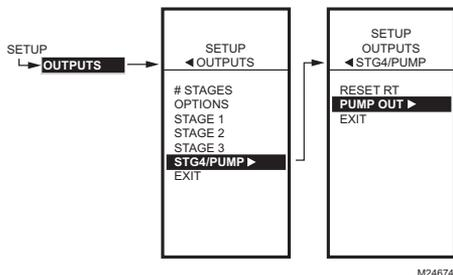

Fig. 47. Configuration de la dernière sortie.
1. À partir du menu Outputs (sorties), utiliser les boutons ▲ et ▼ pour mettre en surbrillance le dernier étage (la Fig. 47 illustre l'étage 4 en tant que dernière sortie de relais).